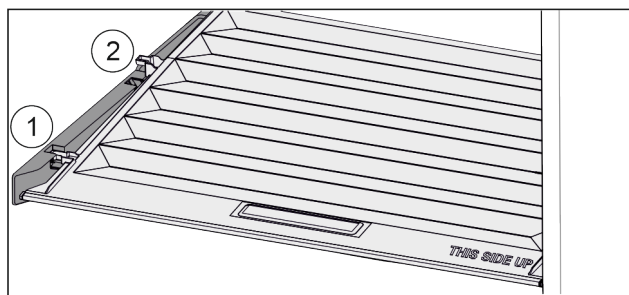

Fig. 161
- ▶ Træk dækslet fremad til åbning i holdedelen Fig. 161 (1).
- ▶ Løft nedefra og bevæg det opad og ud Fig. 161 (2).